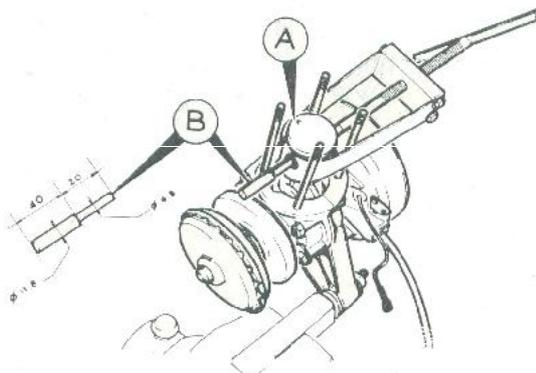

Fig. 24
- Placer le piston, le repère (A) dirigé vers l'avant du moteur (côté échappement).
- Avant d'engager l'outil 0,12, s'assurer que l'extrémité de l'axe du piston déjà monté partiellement sur le piston est bien engagée dans la cage à aiguilles. Pour cela, nous conseillons de faire le centrage piston-cage à aiguilles et axe de piston à l'aide d'un guide étagé (B) conforme au croquis ci-contre (figure 24).